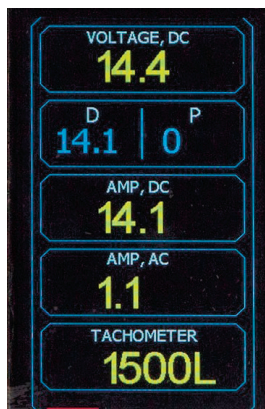

Рис. 6. MS004COM
- **«D»:** индикатор устанавливаемого напряжения генерации при проверке генераторов с терминалом «P-D» **(Рис. 6)**.
- **«P»:** индикатор частоты статорной обмотки в генераторах с терминалом «P-D» **(Рис. 6)**.